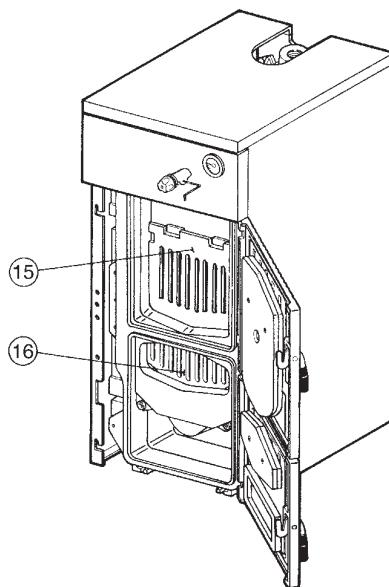

Рис. 3
- 6.01** Установить терmostатический регулятор тяги (h) на специальном соединении 3/4", расположенному в центре передней части котла (см. рис. 3).